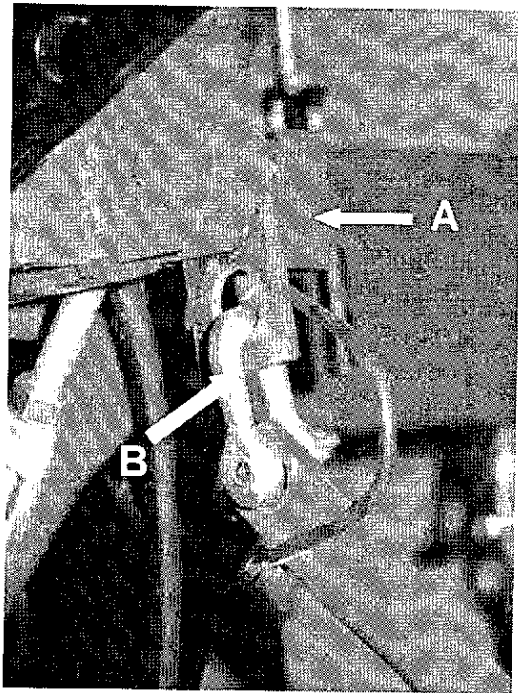

fig.3
La piastra **A** (fig.3), serve per tenere la macchina in posizione stabile e compatta, durante il trasporto su automezzi, e per facilitare la successiva messa in servizio.
Il grillo **B** (fig.3) può essere riutilizzato per il fissaggio della catena per le operazioni di aggancio al trattore (rif. pag. 15).
2. Rimuovere la piastra **A** (fig.3);
Plate **A** (fig.3), is used to hold the machine in a stable and compact position during transport on trucks and to facilitate later commissioning.
"U" bolt **B** (fig.3) can be re-used to fix the chain when the mower is hitched to the tractor (see page 15).
2. Remove plate **A** (fig.3);
La plaque **A** (fig.3), sert à maintenir la machine stable et compacte, pendant le transport sur les véhicules, et pour faciliter la mise en service successive.
La manille **B** (fig.3) peut être réutilisée pour fixer la chaîne lors opérations d'attelage au tracteur (ref. page 15).
2. Enlever la plaque **A** (fig.3);
La placa **A** (fig.3) sirve para tener la máquina en posición estable y sólida mientras se transporta en el vehículo y para facilitar su posterior puesta en marcha.
El grillete **B** (fig.3) puede volver a utilizarse para fijar la cadena que sirve para las operaciones de enganche al tractor (Ref. página 15).
2. Quitar la placa **A** (fig.3);
Die Platte **A** (Abb.3) dient dazu, der Maschine Stabilität und Kompaktheit während des Transportes auf Fahrzeugen zu verleihen und um die spätere Inbetriebsetzung zu erleichtern.
2. Die Platte **A** (Abb.3) entfernen;